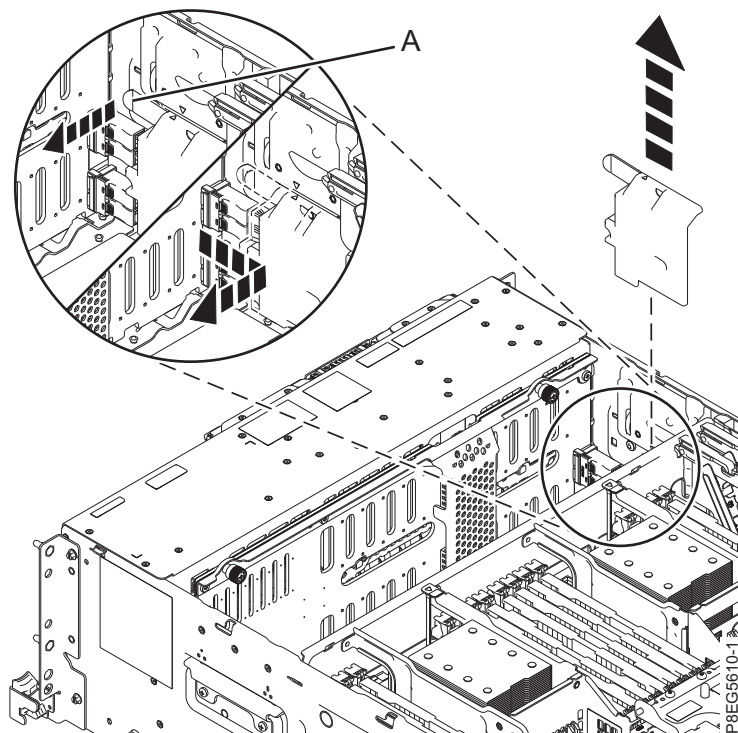

Figura 13. Removendo a tampa dos cabos SAS
3. Remova a tampa do cabo SAS frontal. Segure na alça **(A)** e puxe para fora da lateral do sistema; em seguida, deslize a tampa para trás para removê-la, conforme mostrado na Figura 13 na página 16.